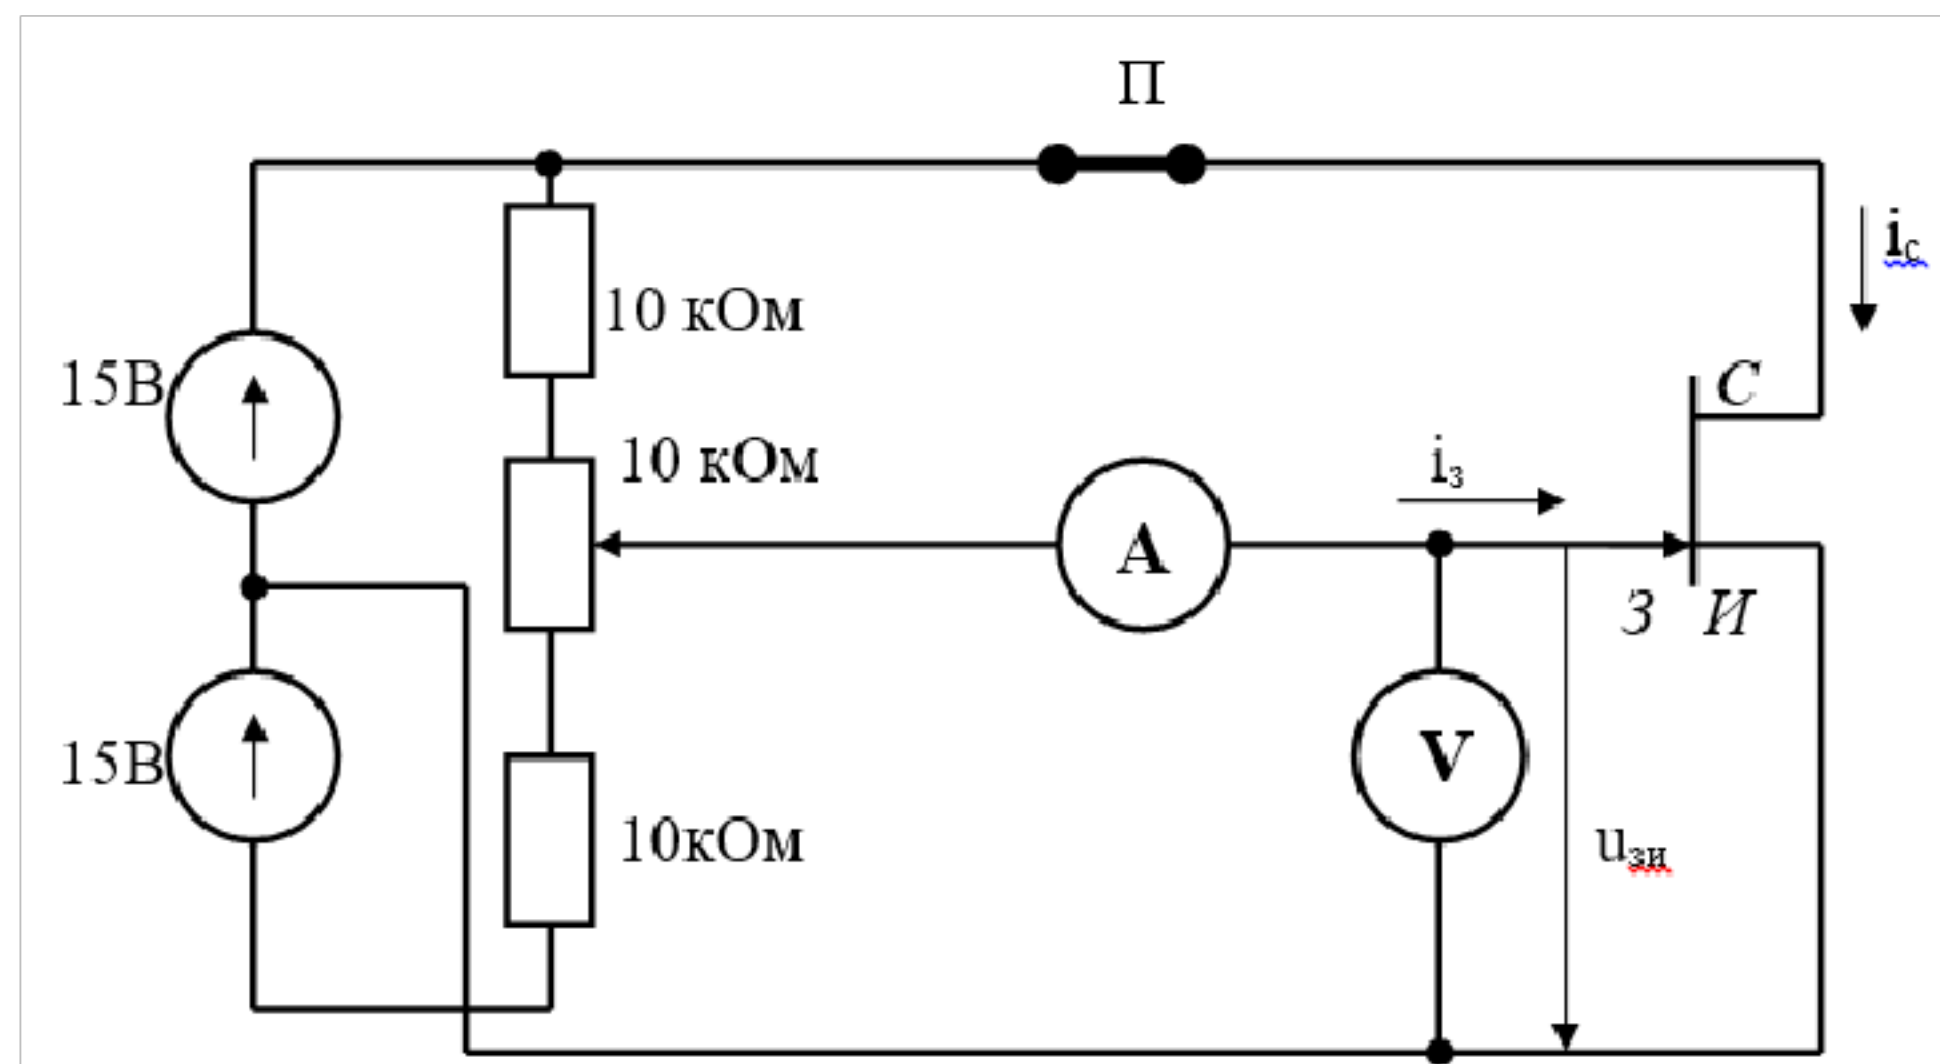

Рисунок 4.3
2. Собрать схему рис.4.3 для снятия стокзатворной характеристики.